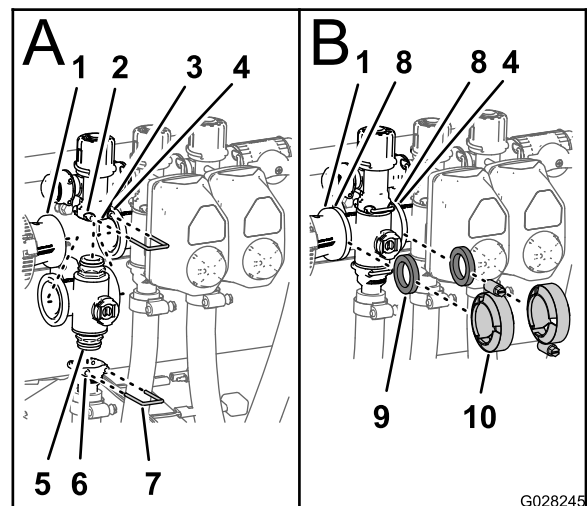

Bild 78
- Setzen Sie das obere Endkappen-Anschlussstück des Verteilerventils in das Anschlussstück des Sicherheitsventils ein (A in Bild 78).
- Stecken Sie einen Halter in die Buchse des Anschlussstückes des Sicherheitsventils, um das Endkappen-Anschlussstück am Anschlussstück des Sicherheitsventils zu befestigen (A in Bild 78).
3. Montieren Sie das Auslaufanschlussstück am unteren Endkappen-Anschlussstück des Verteilerventils (A in Bild 78).
4. Stecken Sie einen Halter in den Sockel des Auslaufanschlussstückes, um das Endkappen-Anschlussstück am Auslaufanschlussstück zu befestigen (A in Bild 78).
5. Fluchten Sie eine Dichtung zwischen den Flanschen der Reduzierkupplung und dem Abschnittventilverteiler aus (B in Bild 78).
6. Montieren Sie die Reduzierkupplung, die Dichtung und den Abschnittventilverteiler mit einer Klemme und ziehen sie mit der Hand an (B in Bild 78).
7. Fluchten Sie für den Einbau der zwei ganz links gelegenen Abschnittventile eine Dichtung zwischen den Flanschen der zwei danebenliegenden Abschnittventilverteiler aus (B in Bild 78).
8. Montieren Sie die zwei danebenliegenden Abschnittventilverteiler und eine Dichtung mit einer Klemme und ziehen sie mit der Hand an (B in Bild 78).